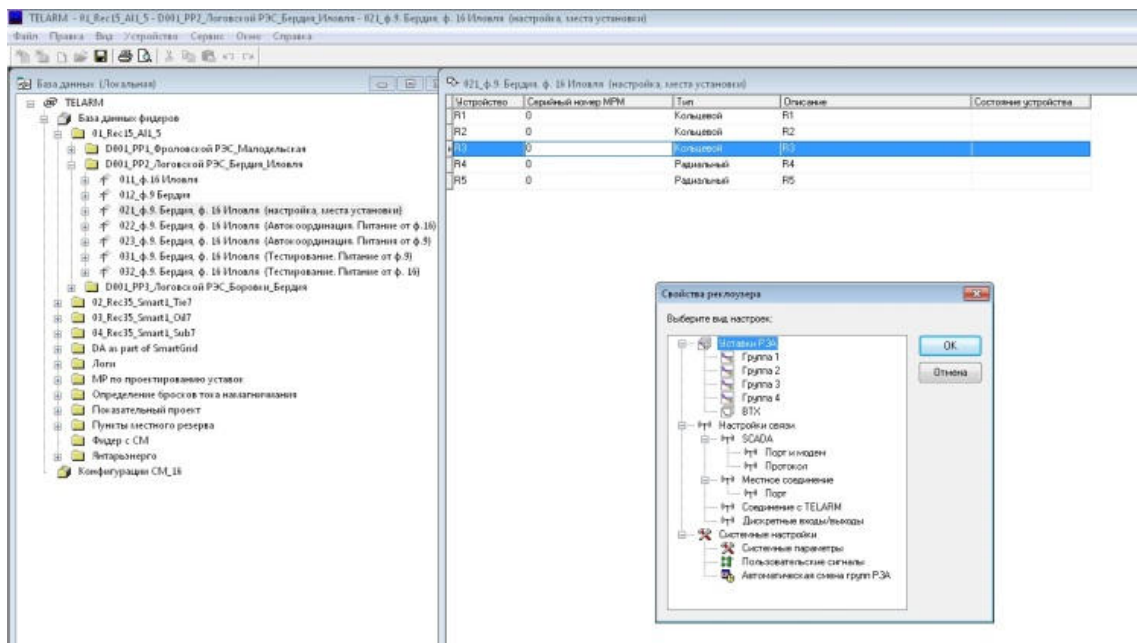

Рис.4.19. Выбор настроек для редактирования
- Открыть свойства модуля управления нажатием правой клавиши мыши и выбрать настройки для редактирования (см. Рис.4.19).